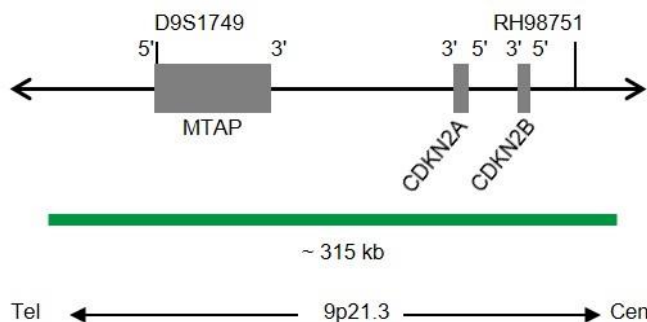

Fig. 1: SPEC CDKN2A Mapa da sonda (sem escala)
- Polinucleótidos (~10.0 ng/μl) com marcação ZyGreen (excitação 503 nm/emissão 528 nm), dirigidos ao mapeamento de sequências alvo em 9p21.3* (chr9:21,742,629-22,056,853) contendo o gene CDKN2A (ver Fig. 1).